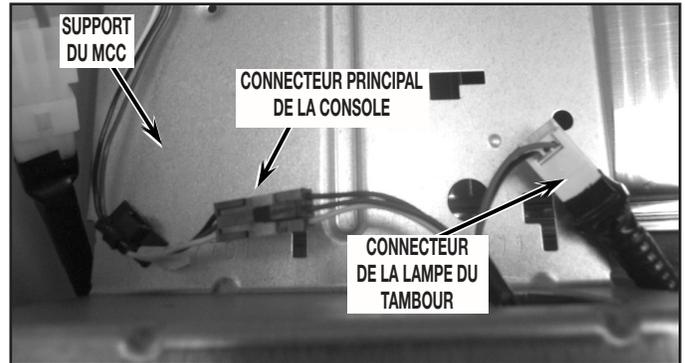

FIGURE 4
8. Débrancher le connecteur de la lampe du tambour et le connecteur principal de la console - voir la *Figure 4*. Soulever le module de la console et faire basculer celui-ci vers l'avant pour la déposer.